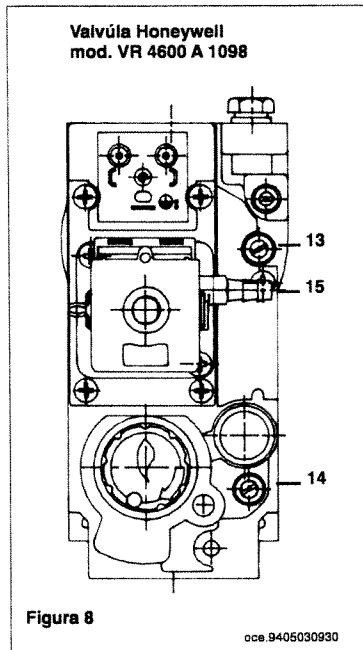

Figura 8
- collegare la presa di pressione positiva di un manometro differenziale, possibilmente ad acqua, alla presa di pressione (13) della valvola del gas (figura 8). Collegare la presa negativa dello stesso manometro ad un apposito "T" che permetta di collegare insieme la presa di compensazione della caldaia, la presa di compensazione della valvola del gas (15) ed il manometro stesso. (Una pari misura può essere effettuata collegando il manometro alla presa di pressione (13) e senza il pannello frontale della camera stagna);
- conectar la toma de presión positiva de un manómetro diferencial, posiblemente de agua, a la toma de presión (13) de la válvula del gas (figura 8). Conectar la toma negativa del mismo manómetro a un especial "T" que consienta conectar entre ellos la toma de compensación de la caldera, la toma de compensación de la válvula del gas (15) y el manómetro mismo. (Se puede efectuar una medición equivalente conectando el manómetro a la toma de presión (13) y sin el panel frontal de la cámara estanca); Una medición de la presión en los quemadores efectuada con métodos diferentes a los descritos podría resultar incorrecta, dado que no tomaría en cuenta la depresión creada por el ventilador en la cámara estanca.
- verificare che la pressione dinamica di alimentazione della caldaia, misurata alla presa di pressione (14) della valvola del gas (figura 8) sia quella corretta (30 mbar per il gas butano, 37 mbar per il gas propano o 20 mbar per il gas naturale);
- ruotare la manopola (3) in posizione (0) e verificare una nuova accensione. Nel caso di una interaccensione incompleta agire sul potenziometro RLA (pagina 16);
- con la manopola (3) in posizione inverno (W-F) verificare che la potenza in riscaldamento sia quella richiesta dall'impianto, in caso agire sul potenziometro MAX RISC (pagina 16). Vedere la tabella 1 per la pressione al bruciatore necessaria;
- controlar que la presión dinámica de alimentación de la caldera, medida en la toma de presión (14) de la válvula del gas (figura 8), sea correcta (28 mbar para el gas butano, 37 mbar para el gas propano o 20 mbar para el gas natural);